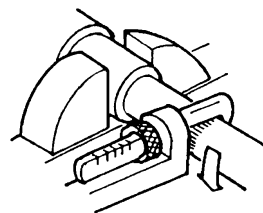

Fig.5.2
- 3) エアモーター本体部をバイスに固定し、サクシジョンチューブのローレット部にパイプレンチを掛け、ねじ戻し外してください。(Fig.5.2)